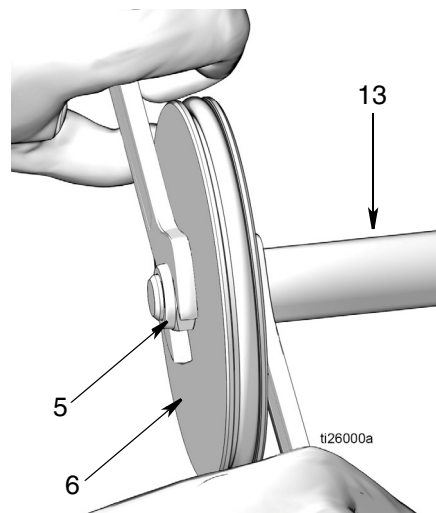

Рис. 22
- а. Вытащите шток поршня (13) и поршень (6) из пневматического цилиндра (2) (Рис. 22).
- б. Для разделения штока поршня (13) и поршня (6) воспользуйтесь двумя гаечными ключами, работая ими в противоположных направлениях. Зафиксируйте один открытый конец гаечного ключа на лысках штока поршня, а второй гаечный ключ используется для ослабления затяжки гайки (5), как показано на Рис. 22.